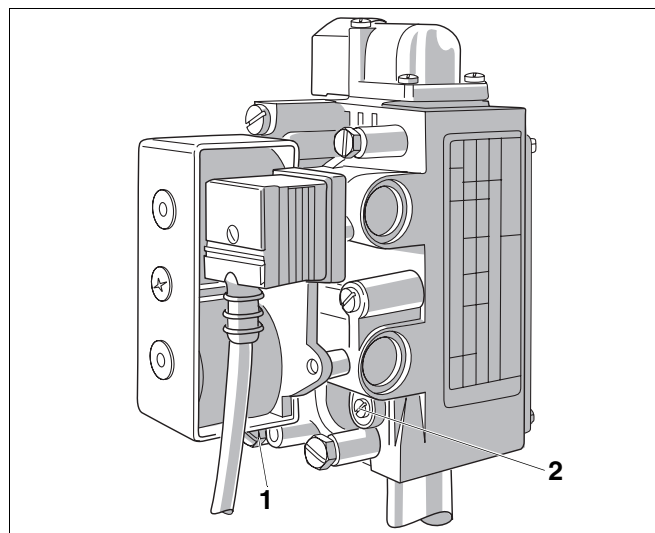
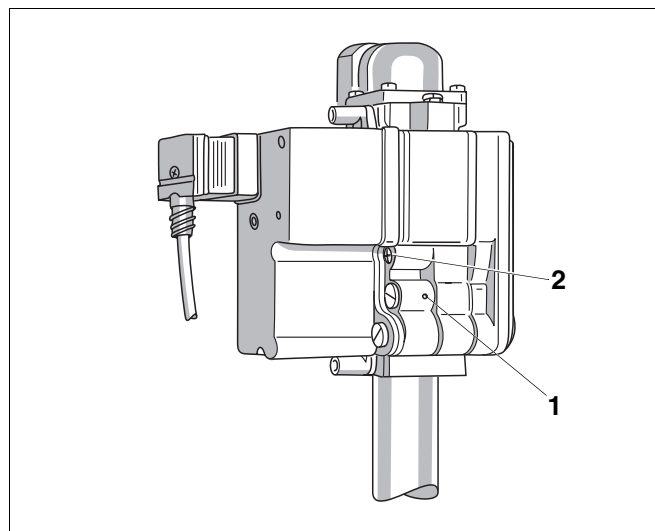

Abb. 60 Gasarmatur „SIT“ 830 Tandem
Abb. 61 Gasarmatur „BM“ 762-012
- Verschlusschraube über der Entlüftungsöffnung (Abb. 60, **Pos. 1** u. Abb. 61, **Pos. 1**) entfernen.
- Etwa 6 Sekunden nach Erscheinen der Zündflamme die Entlüftungsöffnung (Abb. 60 u. Abb. 61, **Pos. 1**) z. B. mit dem Finger abdecken.
druck am U-Rohr-Manometer ablesen. Durch Drehen in Plus- oder Minus-Richtung an der Startlastschraube (Abb. 60, **Pos. 2** u. Abb. 61, **Pos. 2**) auf
druck kann nur bei abgedeckter Entlüftungsöffnung (Abb. 60, **Pos. 1** u. Abb. 61, **Pos. 1**) eingestellt werden.
- Verschlusschraube über der Entlüftungsöffnung (Abb. 60, **Pos. 1** u. Abb. 61, **Pos. 1**) wieder anbringen.